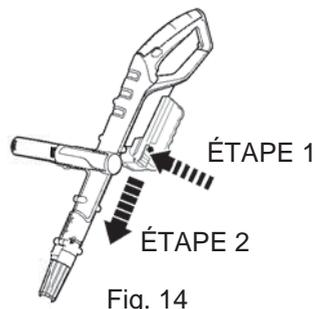

Fig. 14
- > Appuyez sur les boutons de déverrouillage (C) situés de part et d'autre de la batterie (B), puis décrochez-la (Fig. 14).